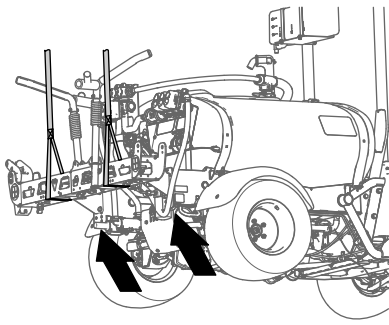

Bild 45
2. Stützen Sie den mittleren Sprühabschnitt mit der Hebevorrichtung ab, die die entsprechende Kapazität hat (**Bild 45**).